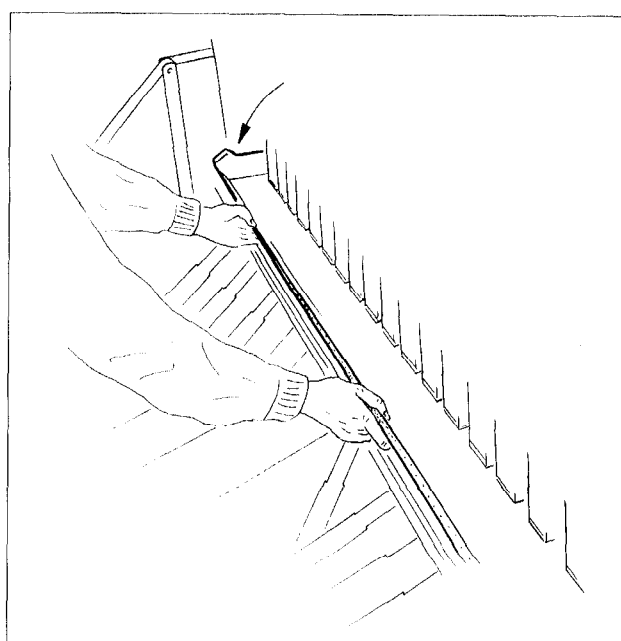

Fig. 8.4
- Abdrehmulden (Fig. 8.4) auf die Trichterschienen stellen.